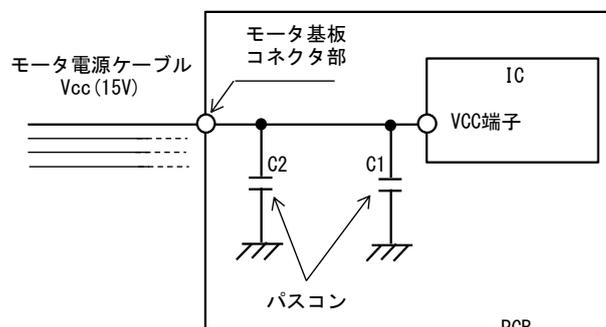

図 5.5.1 サージ電圧保護素子設置 (例)
- ・対策 ①IC 端子に近接してパコン C1 を配置してください。パコンには、セラミックコンデンサ等の周波数特性の良いものを選択してください。容量の目安は約 1μF です。
②図 5.5.1 のように、モータ基板コネクタ部に近接してコンデンサ C2 等のサージ吸収素子を配置するとより有効です。